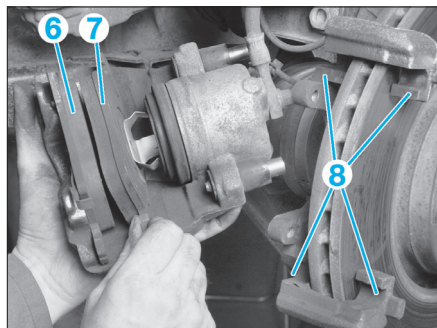

FIG. 8
- la plaquette extérieure (6) (fig. 8).
- la plaquette intérieure (7).